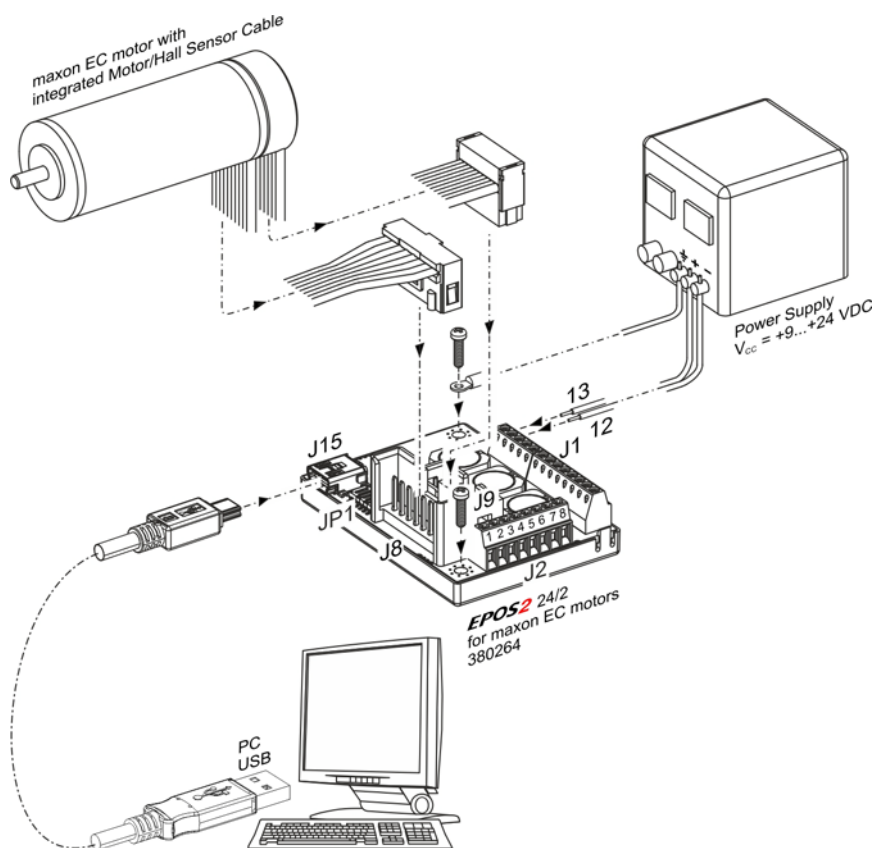

図 3-3 最小限の配線: maxon EC motor (モータ巻線とホールセンサ・ケーブルがフラットケーブルで統合された EC モータ)
- 2) 下表および下図をご参考に配線作業を行って下さい。(→ 表 3-6 および 図 3-3).